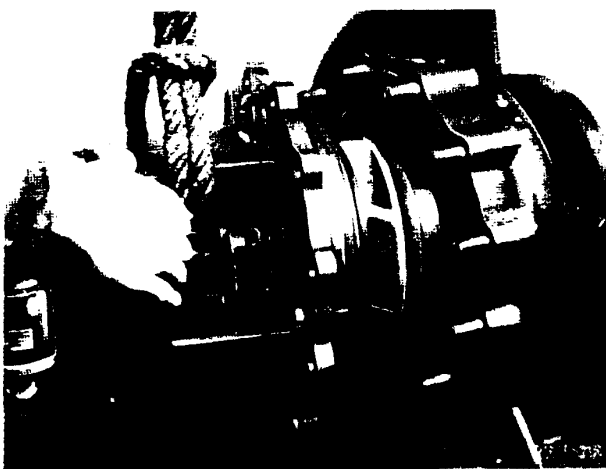

Fig. 19
6. Retirar o conjunto, que será acompanhado do rotor (veja fig. 19) e drenar o óleo através do plug 903.6.